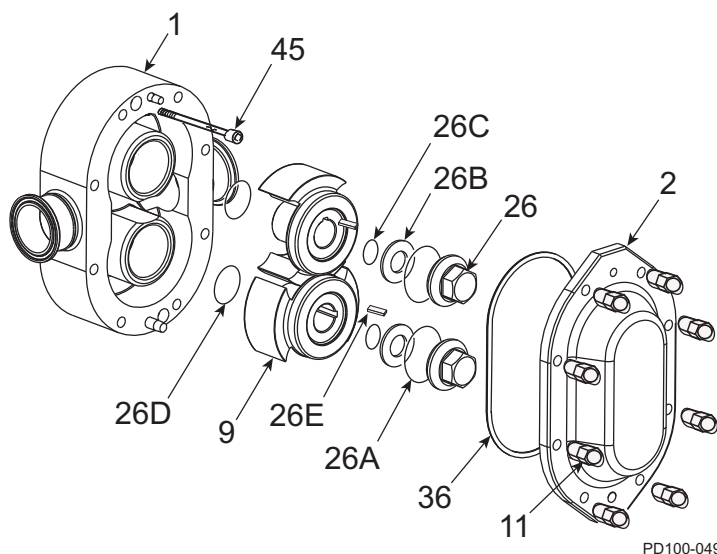

Abbildung 7 - Explosionszeichnung Fluidkopf
1. Nehmen Sie die Deckelmutter (Abbildung 7, Pos. 11) vom Deckel ab (Pos. 1). Verwenden Sie einen weichen Hammer und klopfen Sie den Deckel (Pos. 2) von den Stehbolzen und Führungsstiften.